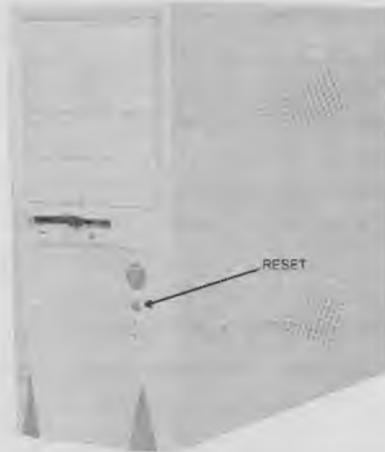

Рис. 4.5. Аналогом выхода без сохранения изменений является нажатие кнопки RESET на системном блоке
- <ESC> — выход из текущего раздела, закрытие окна с набором значений опции или вызов запроса на выход из программы настройки без сохранения изменений (рис. 4.5);